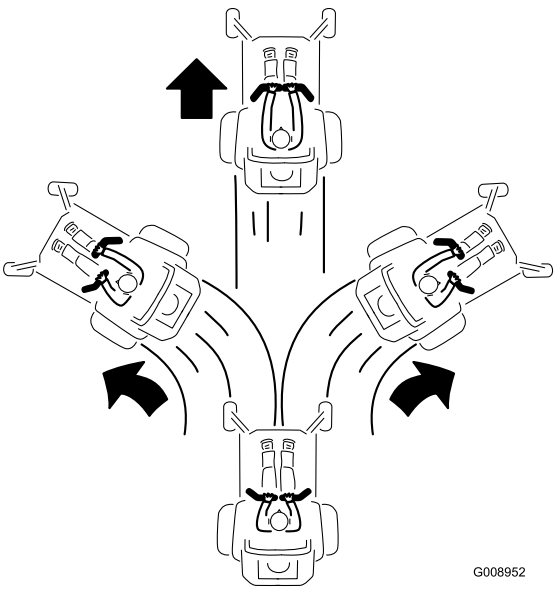

Figura 17
- 2. Per fare marcia avanti spingete lentamente in avanti le leve di controllo del movimento (Figura 17).
Per spostarvi in linea retta, applicate una pressione identica su entrambe le leve di controllo del movimento (Figura 17).
Per girare, rilasciate la pressione sulla leva di controllo del movimento verso la direzione in cui volete voltare (Figura 17).